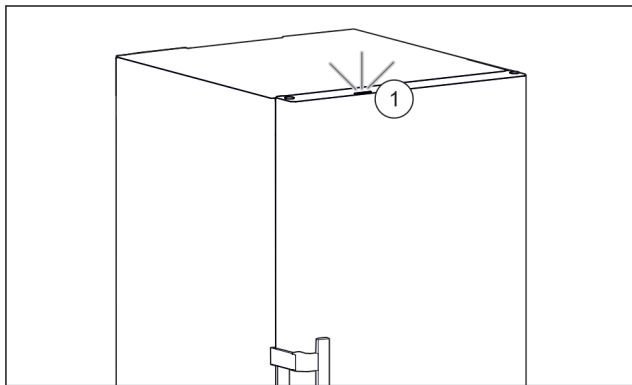

Fig. 41 Aktivní stavové světlo při zavřených dveřích
- ▷ Stavové světlo Fig. 41 (1) je aktivované.